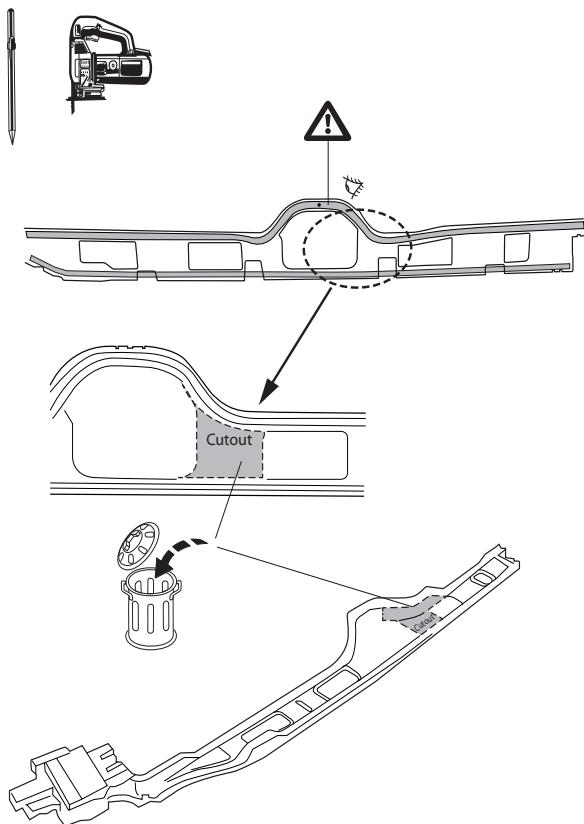

Fig. 2
7. **Если имеется/имеются:** Осторожно! При пилении позаботьтесь о том, чтобы не касаться датчика удара (kick sensor). См. рисунок 2.